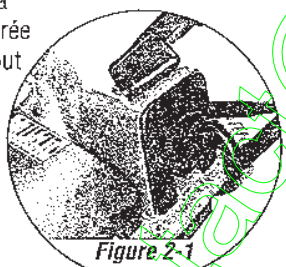
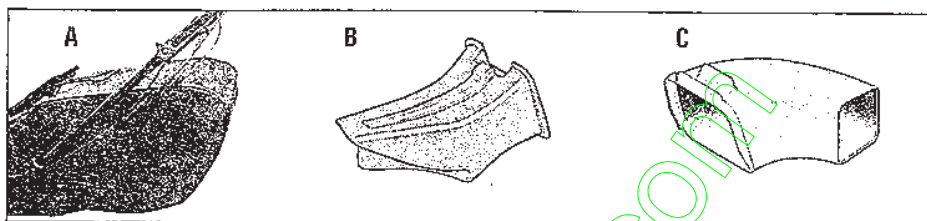

Figure 2-1
Figure 2-2: Accessoires
**REMARQUE :** La tondeuse est livrée en ayant l'embout de hachage (B, Figure 2-2) installé au niveau de l'orifice d'évacuation (Figure 2-1).
- Accessoire bac de ramassage (A, Figure 2-2).
- Accessoire embout d'évacuation latérale (C, Figure 2-2).
**REMARQUE :** La tondeuse est livrée en mode hacheuse. Ceci signifie que l'embout de hachage est installé sur l'orifice d'évacuation (Figure 2-1) et que la tondeuse est prête à hacher l'herbe coupée.